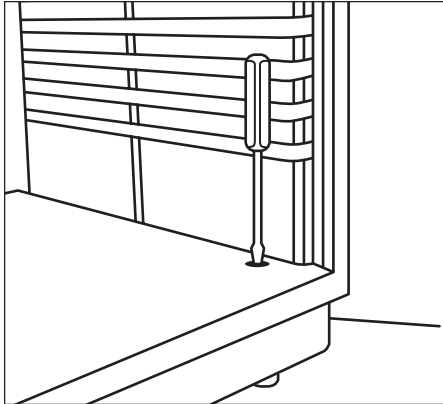

Figura 1
4. Introduzca el destornillador hacia abajo en un orificio (Figura 1). Girando hacia la izquierda, se puede bajar la unidad. **La unidad se envía con las patas niveladoras totalmente contraídas.** Se puede alzar la unidad hasta 51 mm (2 pulgadas) en cada esquina.